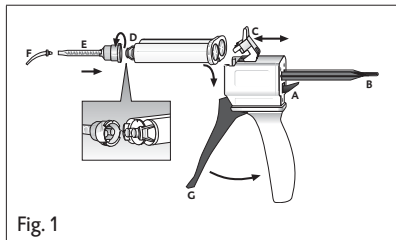

Fig. 1
1. 将注射枪后部的控制杆[图1, Pos. A]向上推，并完全撤回滑杆[图1, Pos. B]
2. 推起塑料控制杆[图1, Pos. C]，插入弹药筒后放下塑料控制杆[图1, Pos. C]，制锁弹药筒。
1. 逆时针旋转90度，取下弹药筒头帽或使用过的混合头[图1, Pos. D]并弃之。
2. 安装新混合头[图1, Pos. E]。
1. 向上推起注射枪后部的控制杆[图 1, Pos. A]，并直接拉出滑杆[图1, Pos. B]。
2. 推起注射枪顶端的塑料控制杆[图1, Pos. C]，取下弹药筒。